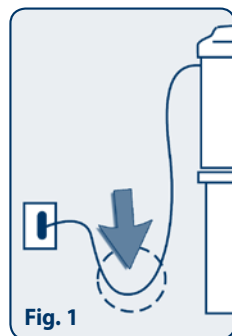

Fig. 1
- När ni ansluter kontakten till vägguttaget se till att sladden hänger ner och får en lägre punkt än själva uttaget för att förhindra att vattendroppar når vägguttaget (Fig. 1);